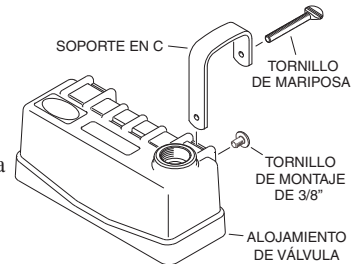

Figura 4
1. Deslice e introduzca los dos soportes en C en el alojamiento de la válvula según se ilustra (ver la figura 4).